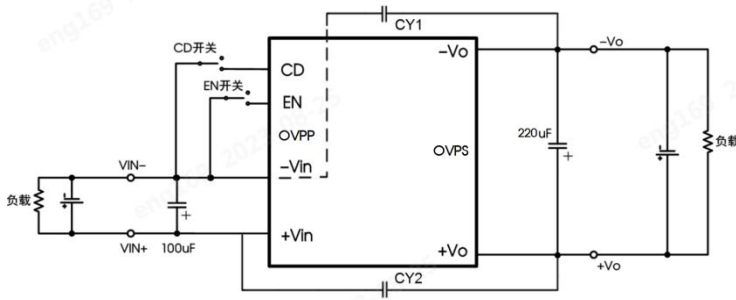

图 2
②以上测试基于应用电路图 2, 20MHz 限带宽测得;
所有该系列的 DC/DC 转换器在出厂前，都是按照(图 2)推荐的测试电路进行测试的。